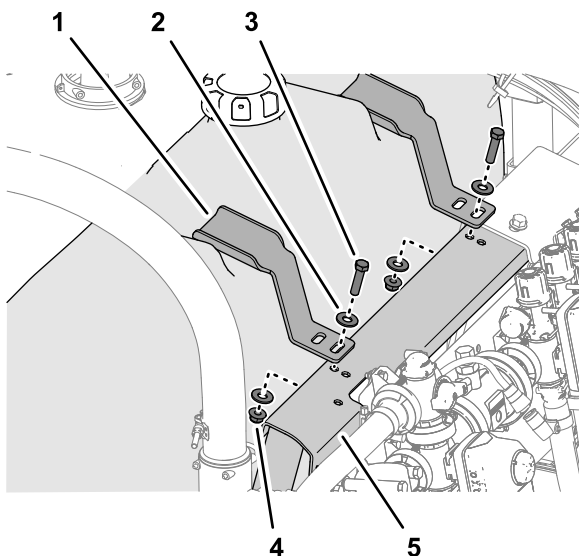

Figura 16
1. Alinee el soporte de sujeción con los limitadores moldeados en la parte superior del depósito de enjuague (Figura 16)
- Alinee la ranura del soporte de sujeción con el taladro del bastidor de las válvulas (Figura 16).
- Monte provisionalmente la pletina de sujeción en el bastidor de las válvulas (Figura 16) con un perno ($\frac{3}{8}$ " x $1\frac{1}{2}$ "), 2 arandelas ($\frac{3}{8}$ ") y una contratuerca con arandela prensada ($\frac{3}{8}$ ") que retiró en Retirada del depósito de enjuague (página 5).
- Repita los pasos 1 a 3 con la otra pletina de sujeción en el otro hueco del depósito de enjuague (Figura 16).